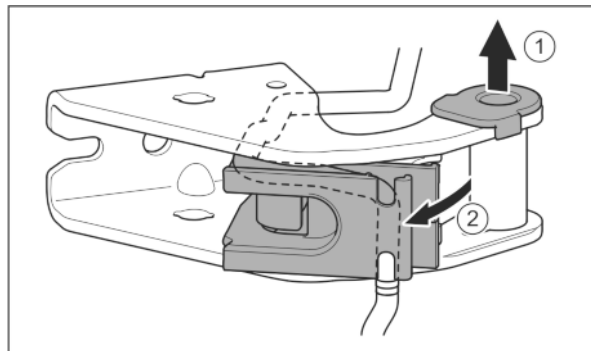

Fig. 29
- ▶ Извадете лагерната втулка от водача. Fig. 29 (1)
- ▶ Завъртете навън кабелния държач. Fig. 29 (2)